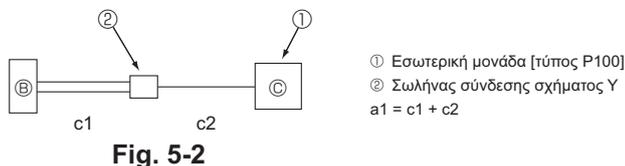

Fig. 5-2
*1 Παρόλο που χρησιμοποιούνται δύο σωλήνες ψυκτικού μεταξύ του κουτιού διακλάδωσης και του σωλήνα σύνδεσης σχήματος Y κατά τη σύνδεση της μονάδας εσωτερικού χώρου P100, υπολογίστε το μήκος των σωληνώσεων χρησιμοποιώντας μόνο το μήκος του ενός σωλήνα. (Fig. 5-2)